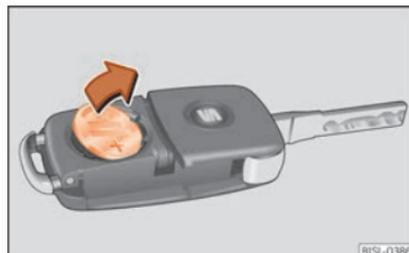

Fig. 130 Clé du véhicule : retirer la pile.
- Retirez la pile du compartiment à l'aide d'un objet fin approprié »» fig. 130.
- Placez la pile neuve dans le compartiment, en appuyant comme indiqué »» fig. 130, dans le sens contraire de la flèche »» ❶.